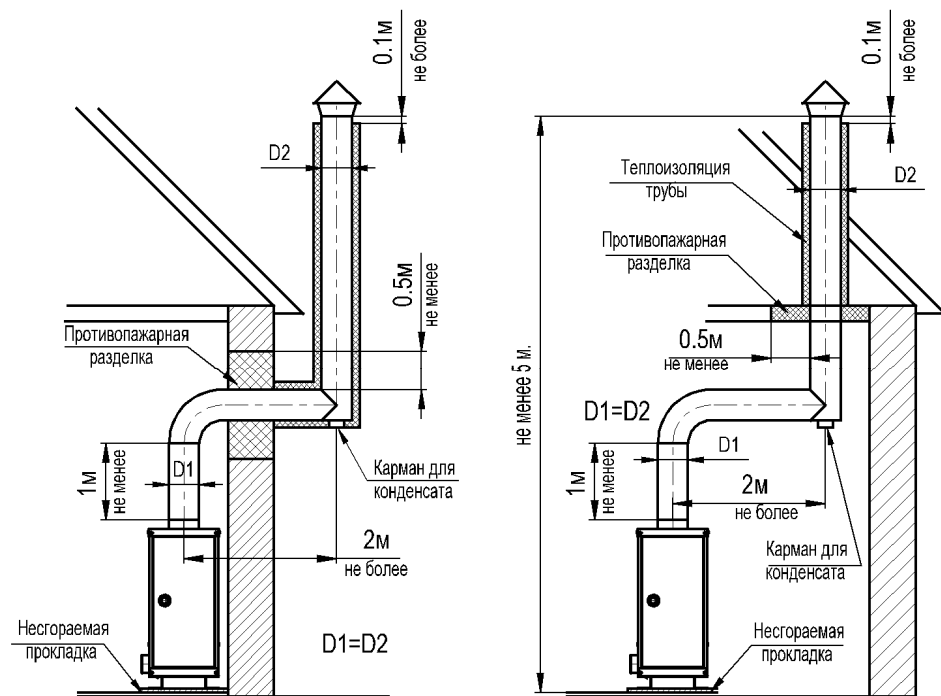

Рис.7 Схема установки дымовой трубы с выводом через стену и с выводом через потолочное перекрытие
7.3 Котел работает при естественной тяге, создаваемой дымовой трубой за счет разницы холодного и нагретого воздуха, поэтому устройство дымовой трубы должно отвечать следующим требованиям (см. рис.5, рис.7):